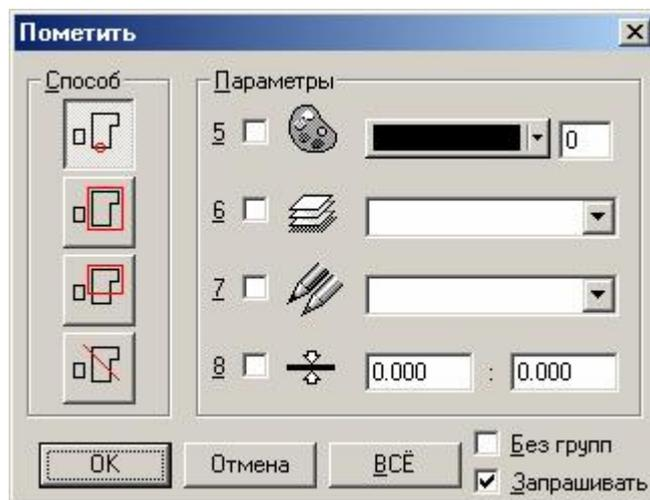

Рис. 12 Выбор способа пометки объектов контура
1. Указать все объекты контура фигурной панели с помощью команды главного меню **Правка\Пометить** или кнопки  на стандартной панели основного окна программы **вСАД**. Собственно пометке объектов предшествует появление диалогового окна, позволяющего выбрать способ указания помечаемых объектов (рис. 12). Все помеченные объекты выделяются цветом.